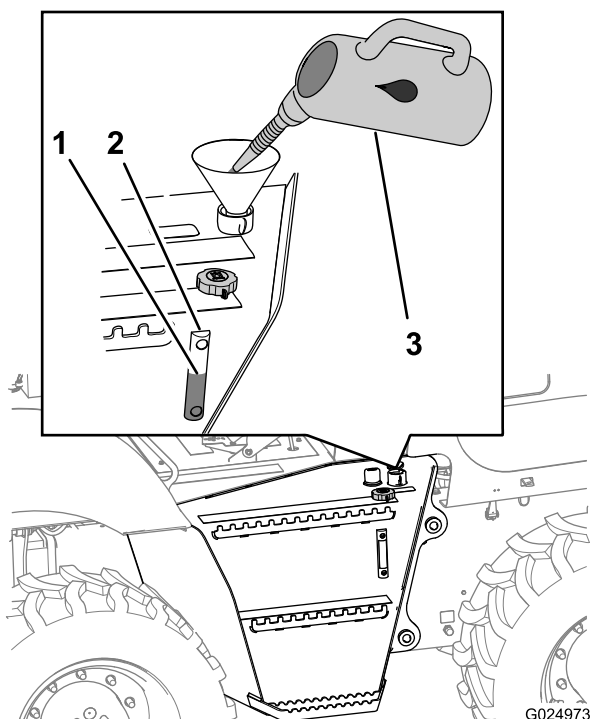

Figura 109
1. Abasteça o reservatório de fluido hidráulico com o fluido hidráulico especificado, até o nível atingir o ponto intermediário do visor de nível (Figura 109).
3. Instale a tampa (Figura 109).